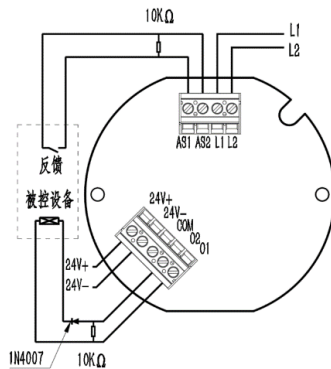

图 4 有源输出接线方式
- ◆ 24V+接 24V 供电电源正，24V-接 24V 供电电源负，提供被控设备所需电源。具体接线见图 4。